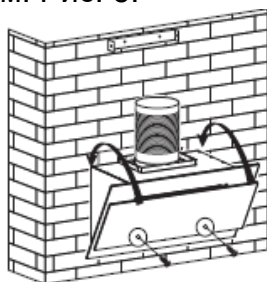

Рис. 5
- Ось (рис.4) должна быть вставлена в отверстия (рис.5) в корпусе;
7. Установите вытяжку на стене в фиксированном положении, отрегулируйте положение вытяжки, закрепите вытяжку с помощью предохранительных винтов ST4\*30 мм. Примечание. Два защитных отверстия расположены на задней части корпуса диаметром 6 мм. См. Рис. 5.
Способ 2. Используйте прямую отвертку, чтобы приподнять нижний край светодиодной подставки, см. Рис. 5, затем слегка вытяните соединительный провод светильника, см. Рис. 4.